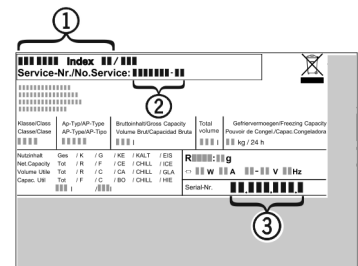

Fig. 17
- ▶ Назва пристрою *Fig. 17 (1)*, сервісний номер *Fig. 17 (2)* та серійний номер *Fig. 17 (3)* вказані на табличці типів. Табличка типів знаходиться всередині пристрою, зліва.
- ▶ Повідомте сервісну службу про характер неполадки, назву пристрою *Fig. 17 (1)*, сервісний номер *Fig. 17 (2)* та серійний номер *Fig. 17 (3)*.